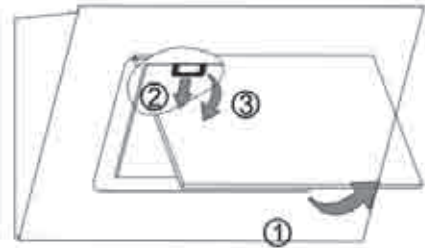

Abbildung 7
– Ziehen Sie an der Dunstabzugshaube, so wie es in der *Abbildung 7* gezeigt wird.
– Nehmen Sie die Filter ab, siehe *Abbildung 7*.